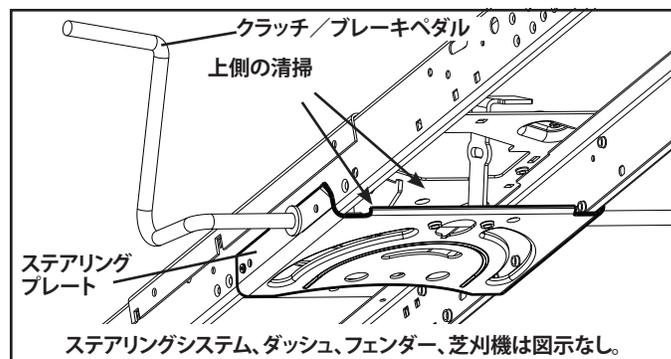

図 20
- ステアリングプレートから異物を取り除いてください。異物によってクラッチ/ブレーキペダルの動きが制限され、ベルトのスリップや駆動のロスが生じるおそれがあります。図 20 を参照してください。